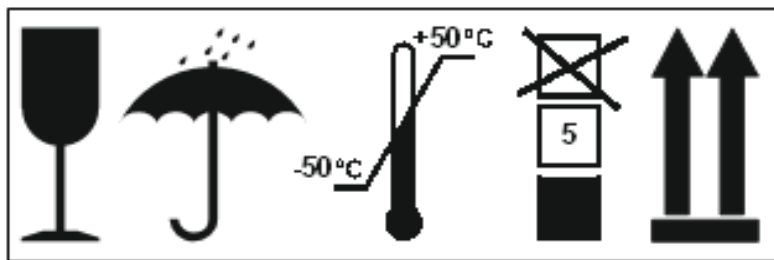

Рисунок 6 – Знаки-указания при транспортировке
7) Знаки указания при транспортировке (смотрите рисунок 6) слева направо: